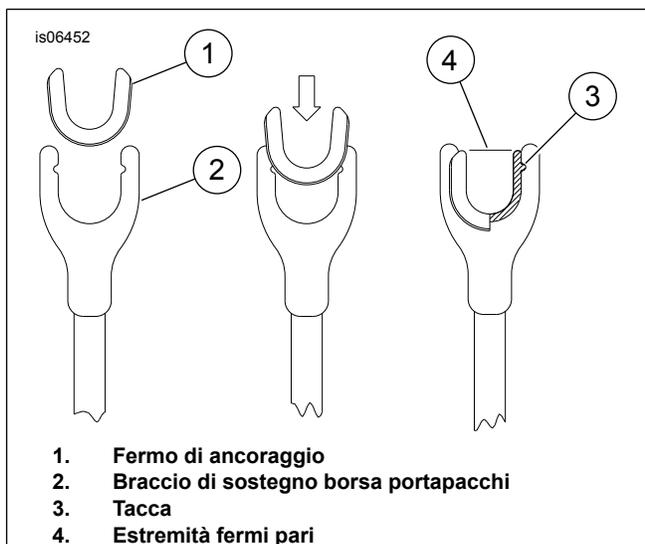

Figura 2. Installazione fermo d'ancoraggio
2. Vedere Figura 2. Installare i fermi di ancoraggio a U (1) sull'estremità con fessura dei bracci di sostegno delle borse (2). I fermi devono essere inseriti completamente nella fessura del braccio di sostegno per potersi inserire sopra l'attacco di ancoraggio.
3. Assicurarsi che le sporgenze dei fermi di ancoraggio siano inserite completamente nella tacca del braccio di sostegno (3) e che entrambe le estremità del fermo di ancoraggio siano più o meno allo stesso livello delle dita del braccio di sostegno (4). Possono essere necessari diversi tentativi per posizionare i fermi. **SE** il fermo è quasi completamente inserito, è possibile utilizzare delle pinze, proteggendo le superfici del fermo e della staffa per forzare l'inserimento nelle tacche.